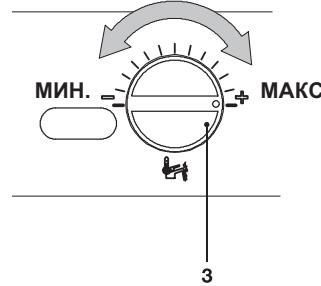

Рисунок 9.13
- Установите регулятор температуры горячего водоснабжения 3 (Рисунок 9.13) на минимальное значение. На ЖКК-дисплее P09 будет загораться поочередно с 01).